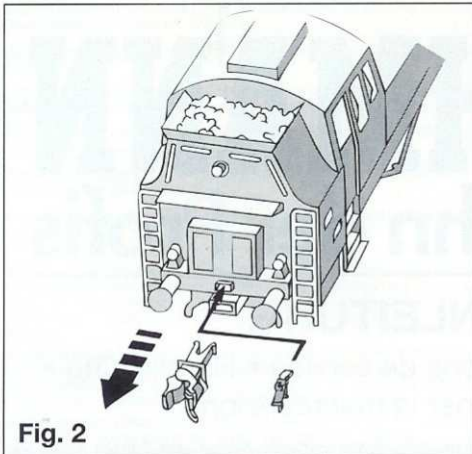

Fig. 2
Eventuell mit etwas Klebstoff befestigen (Fig. 2 und 3).
2. Attrappen stikkes ind i slidsen. Fastgøres evt. med lidt lim (Fig. 2 og 3).
2. Innestare le imitazioni nelle apposite rientranze. Eventualmente fissarle con un po' di adesivo (fig. 2 e 3).